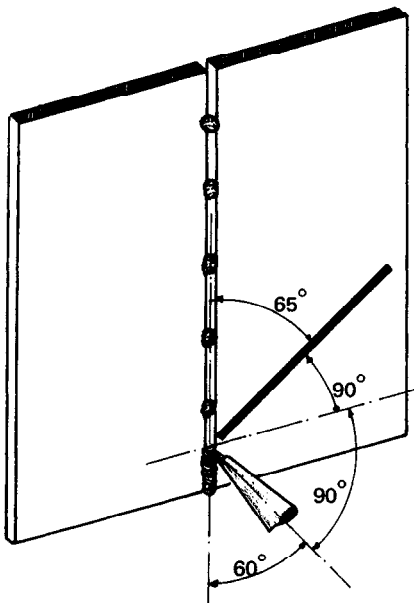

Figura 1.35
- a) Inclíne la boquilla y el metal de aporte (Figura 1.35).